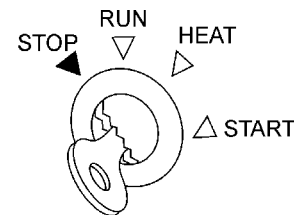

Figure 28. Bouton de démarrage (position Arrêt)
5. Placez la clé de démarreur (figure 28) en position **STOP** et retirez la clé. Mettez le levier du robinet de carburant en position **OFF**.